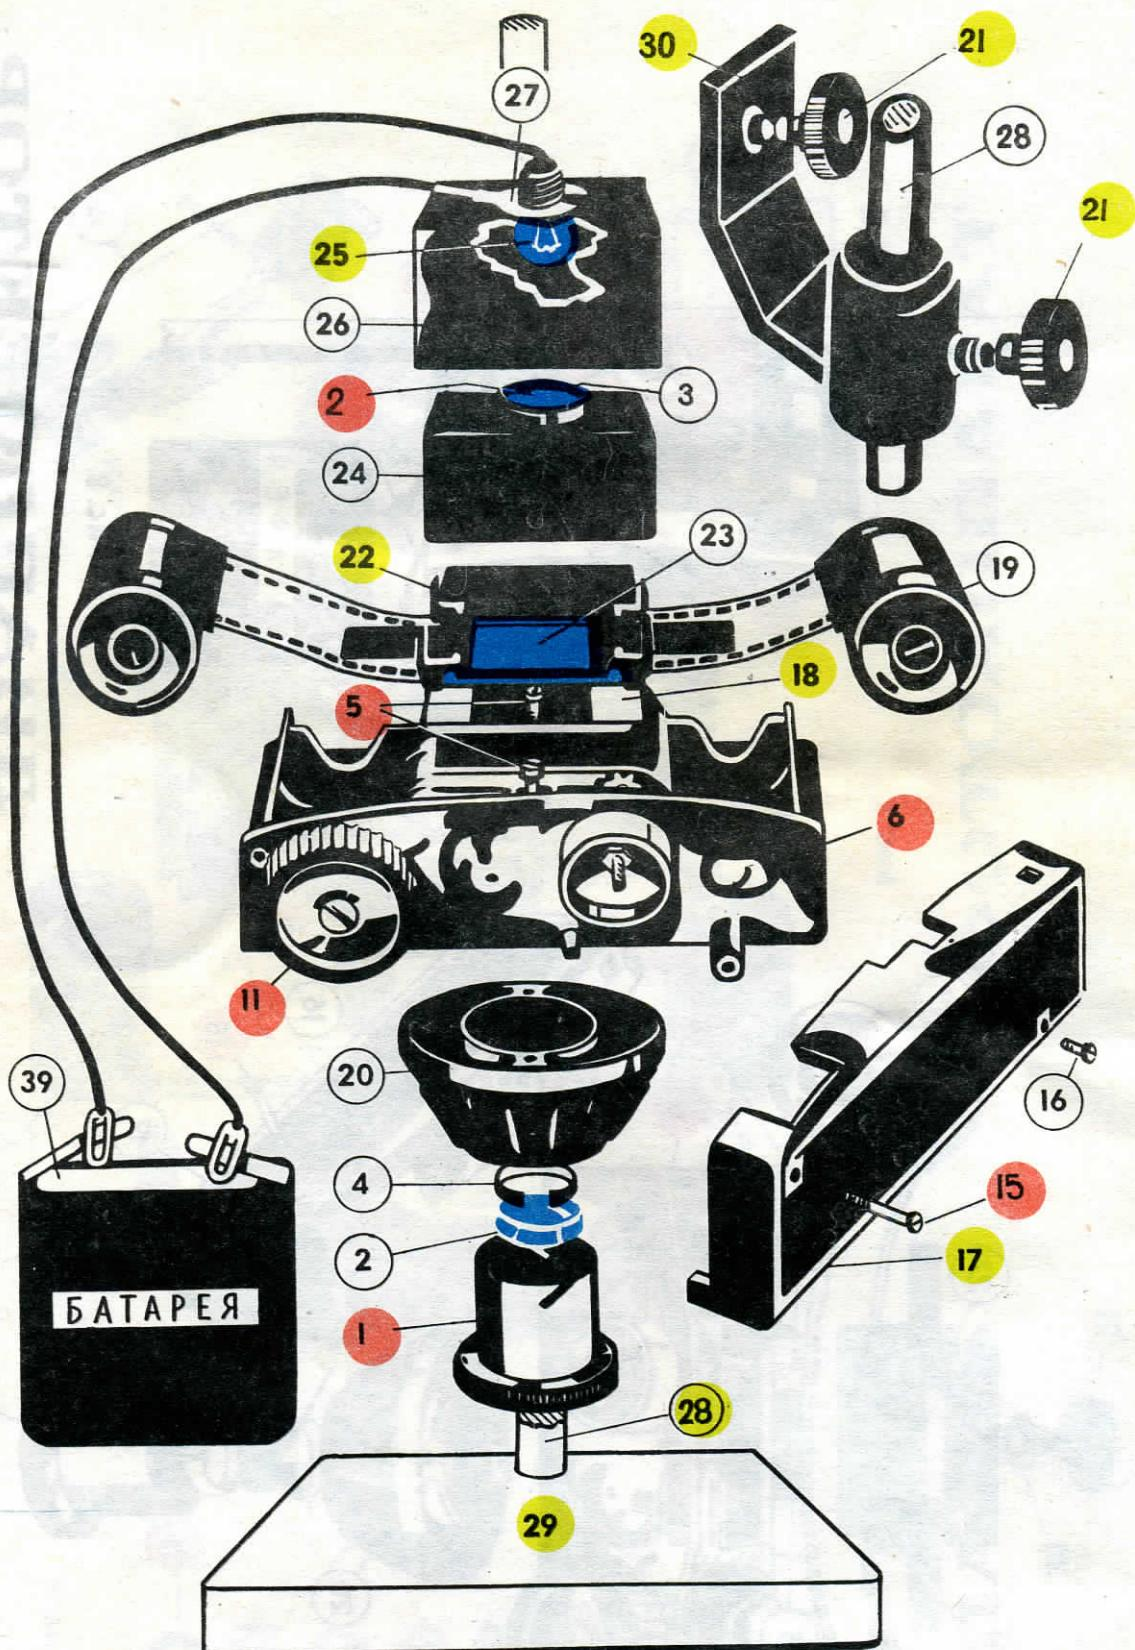
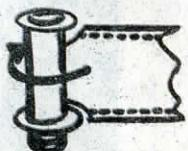

РИС. 7
РИС. 3
Перед съемкой необходимо зарядить кассету фотопленкой. В модели фотоаппарата используется обычная 35-миллиметровая кинопленка. При фотографировании на пленке получаются кадры размером  $18 \times 24$  мм. Зарядка кассет показана на рис. 3 и 4. Зев кассеты должен быть обращен к кадровому окну фотоаппарата.
Зарядка кассеты диафильмом производится так же, как фотопленкой (рис. 3 и 4). Пленка протягивается вращением головки перемотки 11 (рис. 6).
Сборка модели фотоувеличителя показана на рис. 7. Собирать модель фотоувеличителя нужно в следующем порядке:
4. Винтами 15 (рис. 7) и 16 привернуть к корпусу крышку 17.
Перед печатанием фотокарточек необходимо зарядить кассету пленкой с негативами. Зарядка кассет показана на рис. 3 и 4. Пленка протягивается вращением головки 11 (рис. 7).